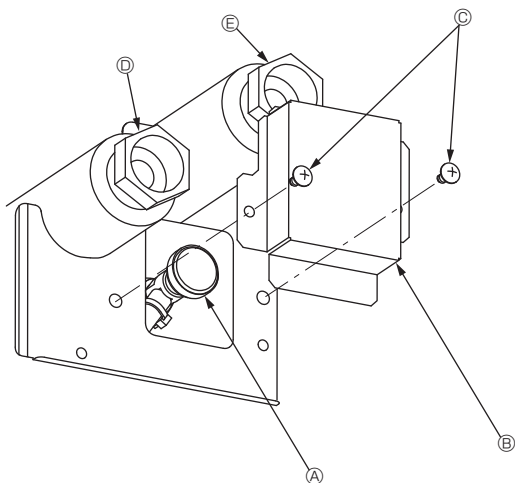

Fig. 7-1
7.2.2. Vanne de purge de l'appareil intérieur (Fig. 7-1)
- ① Retirez le couvercle de la vanne de purge.
- ② Tournez le bouton de la vanne de purge pour libérer l'air.
- ④ Vanne de purge
- ⑤ Couvercle de la vanne de purge (Couple de serrage : 1,3 ± 0,3 N·m)
- ③ Vis
- ⑥ Sortie
- ⑦ Entrée